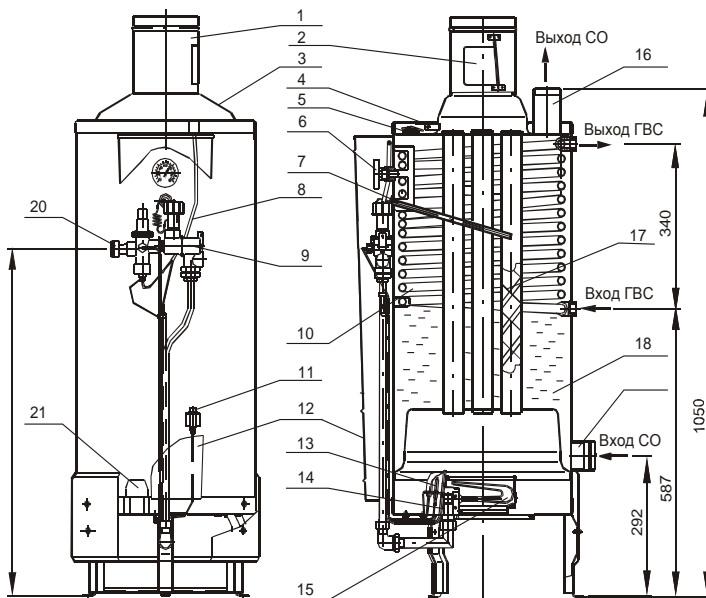
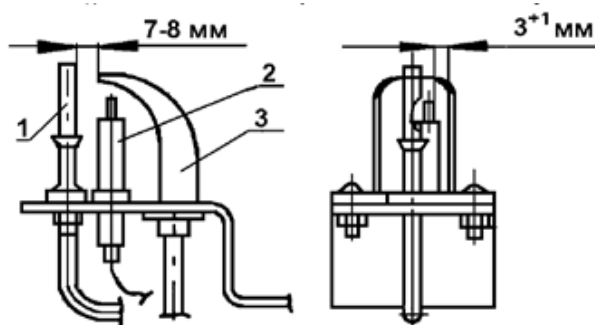

Рис. 1 Аппарат комбинированный (отопительный) газовый бытовой Универсал
Рис.3 Устройство запальное
4.1. Аппарат напольного типа имеет цилиндрическую форму. На лицевой стороне установлена дверка 12 (Рис.1).
4.3. Тягопрерыватель 1 (Рис.1) предназначен для автоматической стабилизации величины разрежения в топке аппарата, т.е. уменьшения влияния колебания величины разрежения в дымоходе на тягу в топке аппарата. Для успешной работы дверца тягопрерывателя 2 (Рис.1) должна легко вращаться на оси.
4.5. Автоматика по тяге и перегреву состоит из датчика тяги 4 (Рис.1) (биметаллическая пластина с микровыключателем), укрепленного на крышке бака, защитного термостата 5 (Рис.1) и проводов 4, соединяющих микровыключатель датчика тяги и защитный термостат с автоматикой аппарата 9 (Рис.1). Защитный термостат обеспечивает автоматическое аварийное отключение подачи газа при нагреве воды в баке 93 °С ÷ 100 °С. После остывания воды в баке до температуры 60 °С – 70 °С защитный
4.6. Устройство запальное Рис.3 предназначено для крепления запальника, термопары, свечи зажигания и розжига основной горелки. Для обеспечения воспламенения газа зазор между электродом свечи зажигания и запальником должен быть в пределах 3 ± 1 мм.
5.10. Во избежание самопроизвольного срабатывания датчика тяги колпак 3 (Рис.1) не должен касаться биметаллической пластины датчика тяги.
6.8. Установите аппарат вертикально, и проверьте вертикаль по уровню. Установите зеркало 21 (Рис.1) в нижней части бака.
6.9. Установите на аппарат тягопрерыватель 1 (Рис.1), обеспечив его строго вертикальное положение. Конец дверцы тягопрерывателя 2 (Рис.1) не должен выступать наружу и должен отклоняться от номинального положения внутрь тягопрерывателя не более чем на 1 - 2 мм. Дверца тягопрерывателя должна легко вращаться на оси. Колпак 3 (Рис.1) не должен касаться биметаллической пластины датчика тяги 4 (Рис.1).
6.12. Проверьте работу пьезорозжига. При нажатии на кнопку пьезорозжига 11 (Рис.1) должна проскакивать искра между электродом свечи 2 (Рис.3) и запальником 3 (Рис.3).
При нормальной тяге пламя спички будет втягиваться в тягопрерыватель 1 (Рис.1).